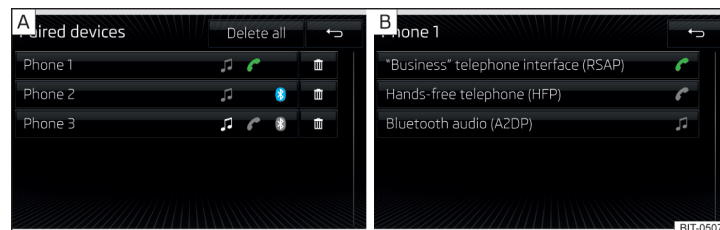
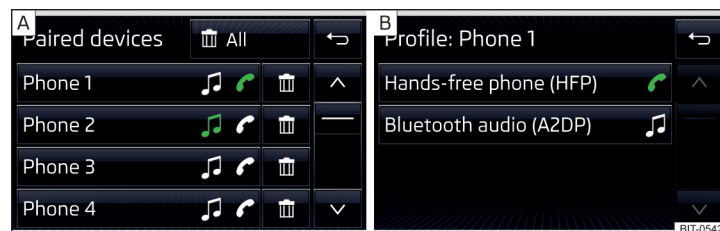

Fig. 200 Infotainment Columbus: Lista de los equipos externos acoplados / Lista de los perfiles de Bluetooth® disponibles
Fig. 201 Infotainment Swing: Lista de los equipos externos acoplados / Lista de los perfiles de Bluetooth® disponibles
En la lista de los equipos externos acoplados pueden aparecer en cada equipo externo los siguientes símbolos de los perfiles Bluetooth® » fig. 200 y/o » fig. 201 - A.
- Seleccionar el perfil deseado en la lista de los perfiles de Bluetooth® disponibles » fig. 200 y/o » fig. 201 - [B].